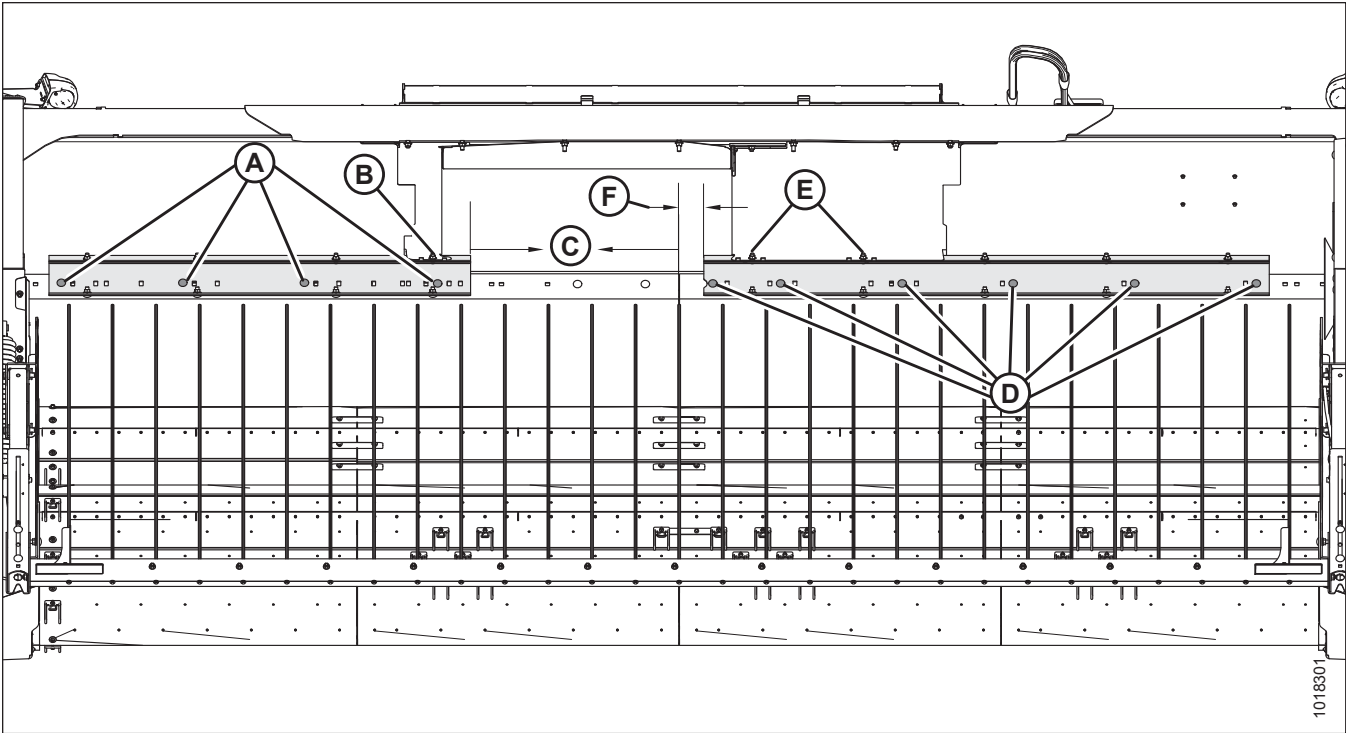

Figure 3.139: Configuration d'usine 816 mm (32 -1/8 po)
1. Desserrez trois boulons (A) et retirez le capot (B) des deux côtés de la plateforme pour exposer le matériel de fixation du support du déboureur.
- Figure 3.139, page 96